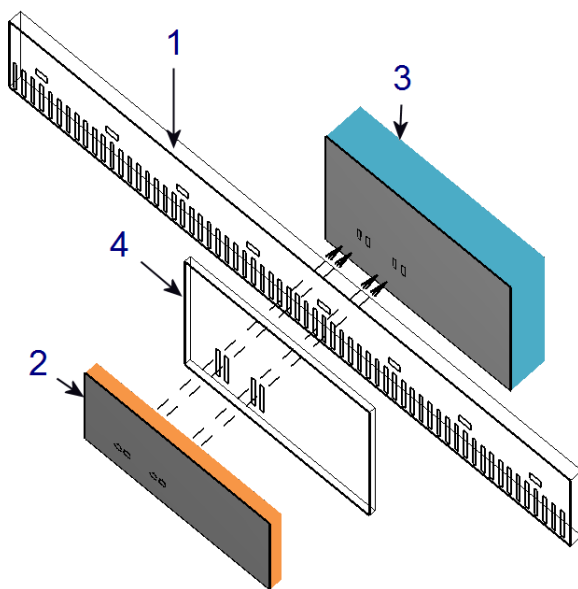

Рис. 1.11. Линейный датчик положения
Линейные датчики положения используются практически во всех современных станках с ЧПУ для точного определения абсолютной или относительной позиции исполнительных органов. Датчики содержат два взаимосвязанных узла – растровую шкалу и считывающую головку (рис. 1.11). *Растровая шкала* (1), расположенная вдоль направляющих, представляет собой линейку с маленькими прямоугольными прорезями (растрами). Считывающая головка, перемещающаяся вместе с исполнительным органом станка, состоит из *осветителей* (2), *фотоприемников* (3) и *индикаторной пластины* (4). Причем осветители и индикаторная пластина находятся с одной стороны от растровой шкалы, а фотоприемники – с другой.